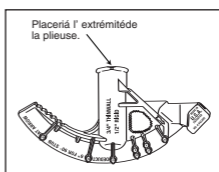

figure 3
4. Courber pour que le point au sommet de la cintreuse s'aligne avec la flèche de pliage désirée (en forme de goutte, figures 3 et 4).